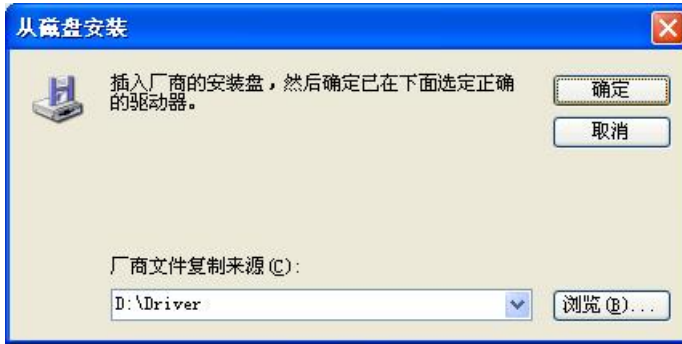

图 2-7 运动控制卡驱动程序安装界面 7
(7) 选择GT800后点击“打开(O)”，此时如图2-7所示。